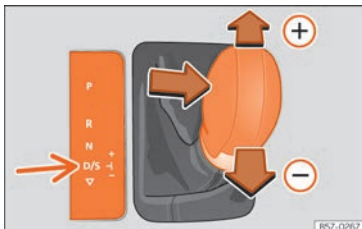

Abb. 260 Hebel in Tiptronic-Stellung.
- Drücken Sie den Hebel nach vorn (+) oder zurück (-), um hoch- oder herunterzuschalten »» **Abb. 260**.